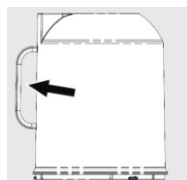

Рис. 17
4. Вытряхните мусор из пылесборника в мусорное ведро, держа его за ручку (рис. 17).